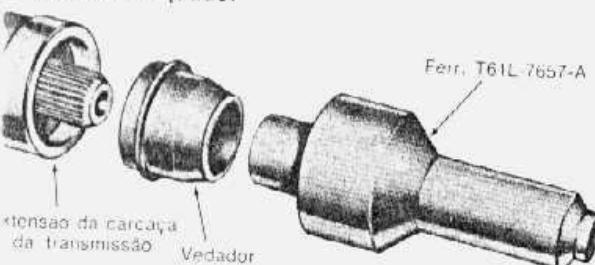

fig. 33 — instalação do vedador da extensão da carcaça da transmissão
4. Instalar o vedador na carcaça com auxílio da ferramenta mostrada na fig. 33. O vedador deve ficar momentaneamente alojado na carcaça.